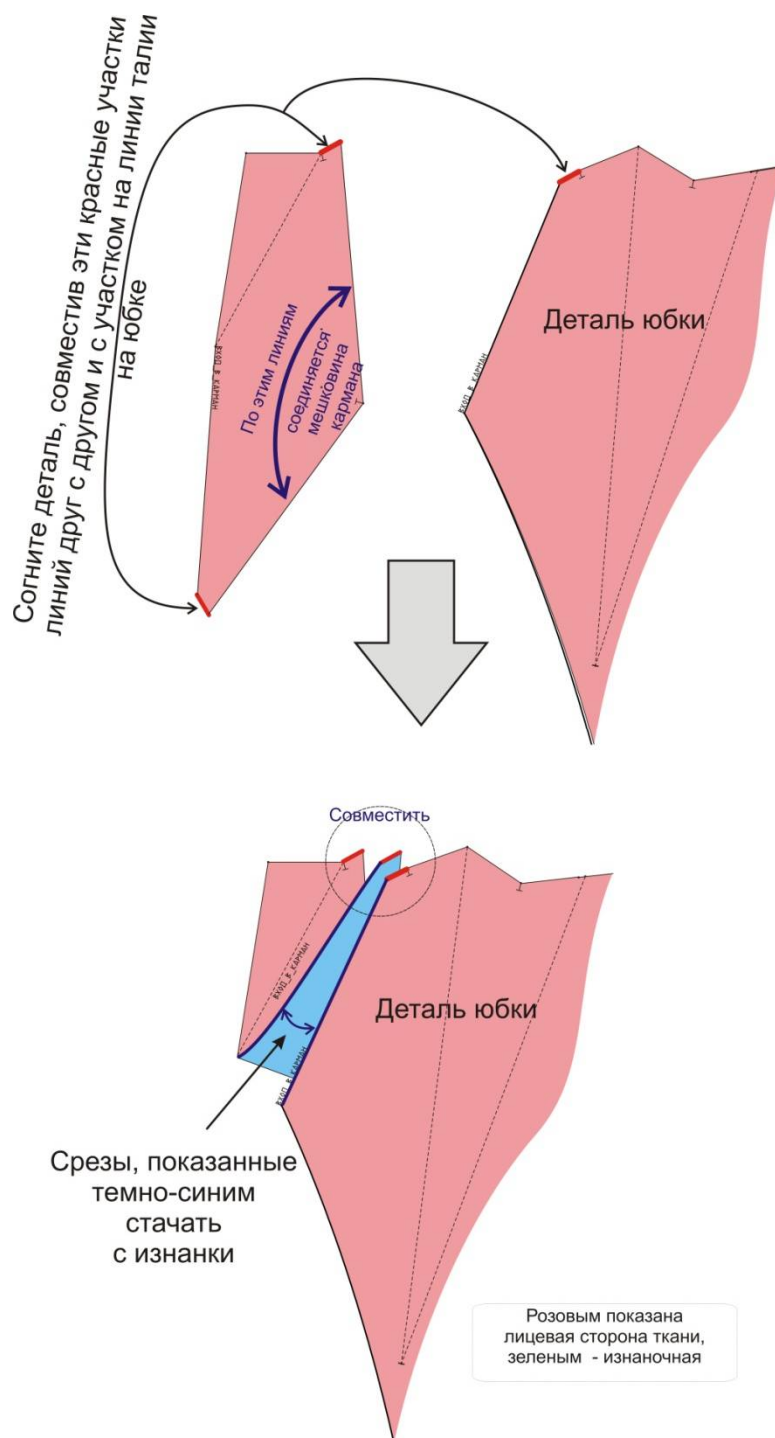

Рис.2
9. Схематично как складывается деталь кармана и как она совмещается с деталью юбки показано на **рис.2**. Более подробно процесс описан ниже:
- а. Сложите деталь кармана с деталью юбки, совместив по линиям, обозначенным на выкройке надписью «ВХОД В КАРМАН». Эти линии обозначены темно-синим цветом на **рис.2**. Выполните шов шириной 0,7 см. На детали кармана этот шов выполняется от линии талии (помеченной
кармана (они указаны на **рис.2** вверху). Выполните и обметайте шов соединения мешковины кармана.
После соединения кармана с юбкой у Вас должны совместиться все три участка, отмеченные короткой красной линией на **рис.2**).